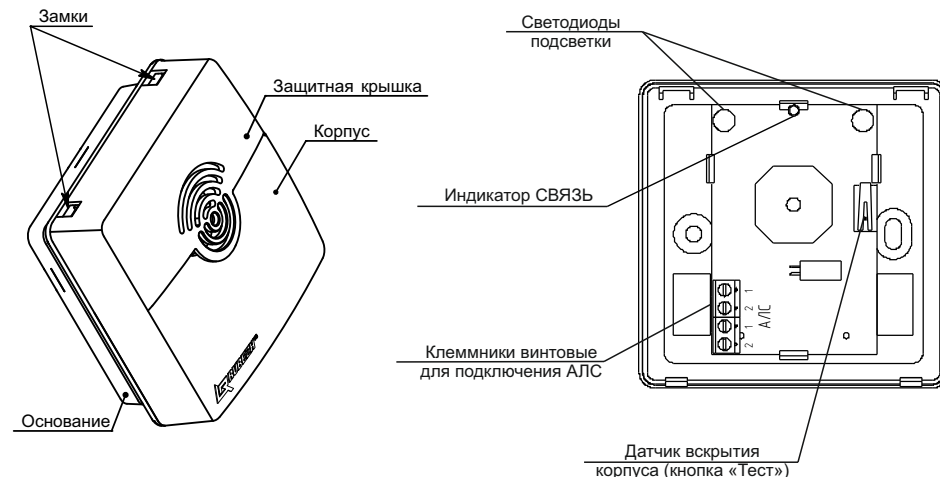

Рисунок 3
2.7 Для информации о состоянии оповещателя предусмотрен оптический индикатор СВЯЗЬ (см. рисунок 3). Режимы индикации приведены в таблице 1.
- 6.5 Для установки оповещателя необходимо отжать замки и аккуратно отсоединить корпус вместе с защитной крышкой от основания (см. рисунок 3).